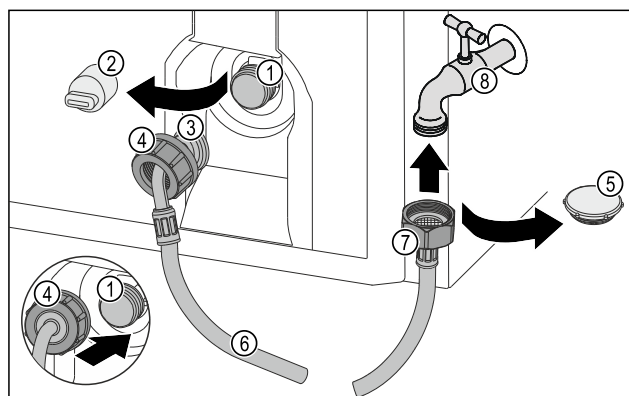

Fig. 45
- Îndepărtați capacul Fig. 45 (5).
- Atașați capătul furtunului drept Fig. 45 (7) pe robinetul de apă Fig. 45 (8).
- ▶ Strângeți ferm piulița pe capătul furtunului drept Fig. 45 (7) în sens orar.